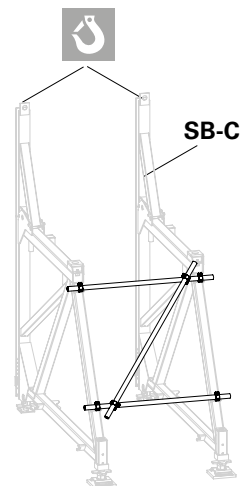

Fig. B4.01
- Le combinazioni di contrafforti con contrafforte SB-C vanno sempre attaccate a SB-C. (Fig. B4.01)